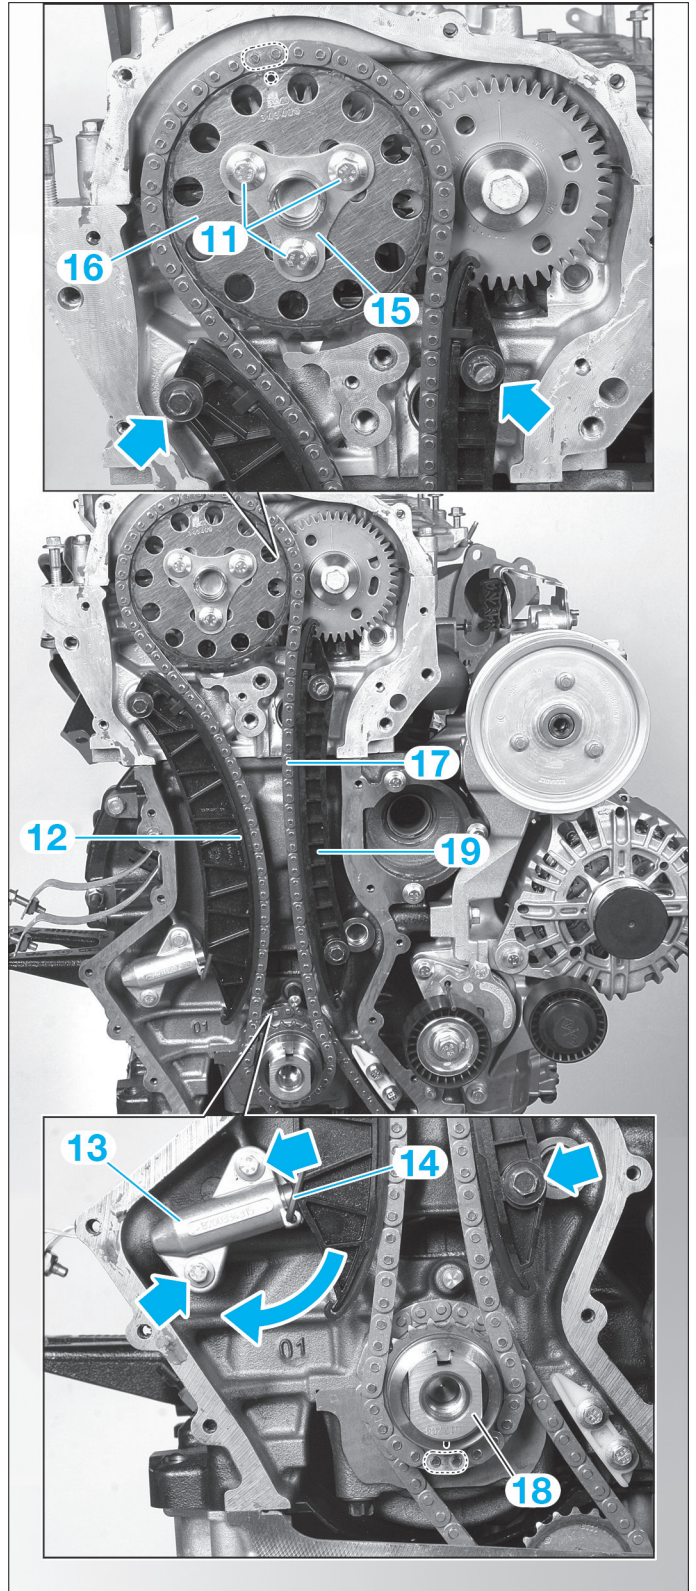

FIG. 22
- Desserrer les vis (11) du pignon de chaîne de distribution (fig. 22).
- Positionner la chaîne de distribution (17) sur le pignon de vilebrequin (18) en alignant le repère sur le pignon avec le maillon cuivré de la chaîne (fig. 22).